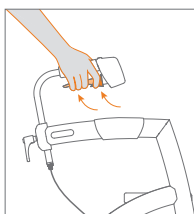

Abbildung 21:
- c. Möchten Sie den Rollator mit der Feststellbremse fixieren, dass Sie darauf sitzen können, oder um sicher zu sein, dass er nicht wegrollt, wenn sie ihn loslassen? Betätigen Sie zuerst die Handbremsen und dann den Feststellbremshebel zur gleichen Zeit. Lassen Sie dann die Bremsen los. Ihr Rollator ist nun in der Parkposition (**Abbildung 21**).